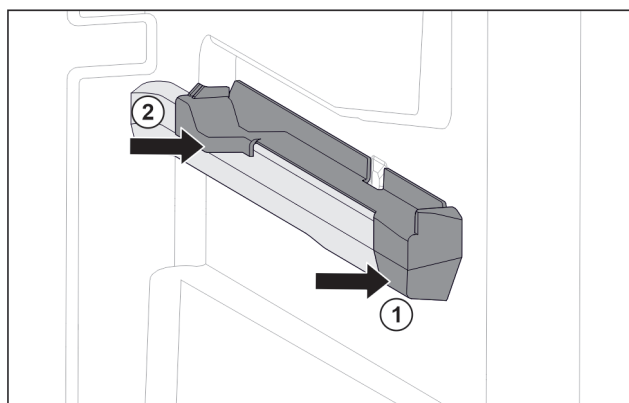

Fig. 87 Elemento inseribile sulla nervatura destra del contenitore
- Posizionare l'elemento inseribile sulla parte anteriore della nervatura del contenitore. Fig. 87 (1)
- Premere l'elemento inseribile sulla parte posteriore. Fig. 87 (2)